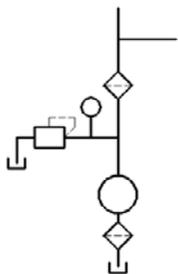

图 17.8.18 绘制直线 (四)
(1) 绘制图 17.8.18 所示的两条直线。
① 确认状态栏中的 **正交模式** 按钮处于显亮状态。
② 用 **绘图** \rightarrow **直线** 命令，绘制图 17.8.18 所示长度值为 60 的垂直直线。
③ 按 **Enter** 键以重复“直线”命令，以步骤②绘制的垂直直线的中点为起点，绘制长度值为 55 的水平直线。结果如图 17.8.18 所示。